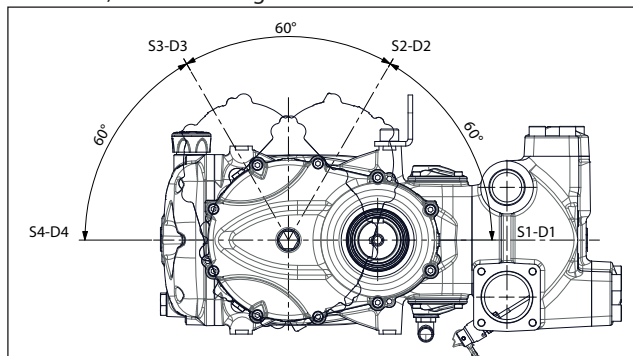

Fig. 7
~ 8,5 litros para as versões com redutor na pos. ① e ④ (Fig. 7).
É, então, possível posicionar o redutor em quatro posições diferentes, conforme a Fig. 7.